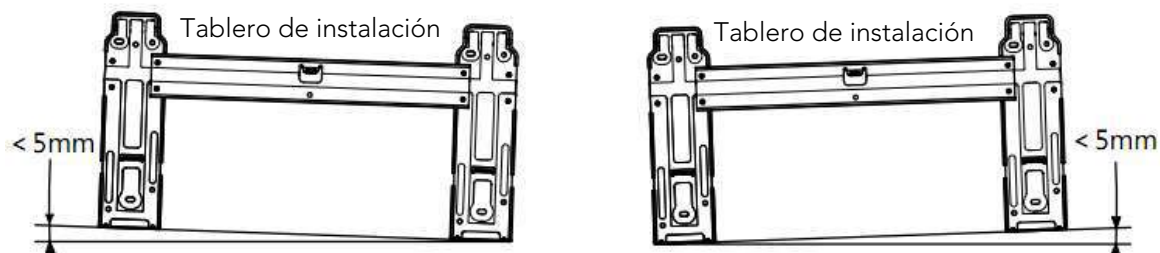

Fig 4
- Desmonte la placa de instalación de metal de la unidad interior. Ajuste la placa de instalación en posición horizontal. La diferencia de altura entre los lados izquierdo y derecho de la placa de instalación debe ser inferior a 5 mm. (Fig. 4)